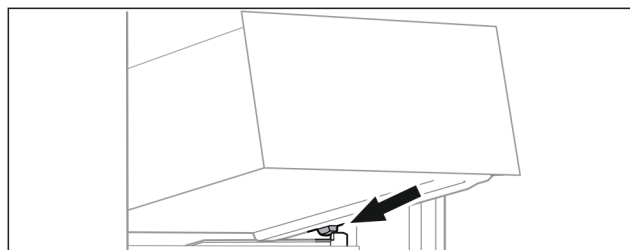

Fig. 91
- ▶ Stavite ladicu ukoso iza zaustavljača na žlijeb spremnika. (pogledajte Fig. 91)